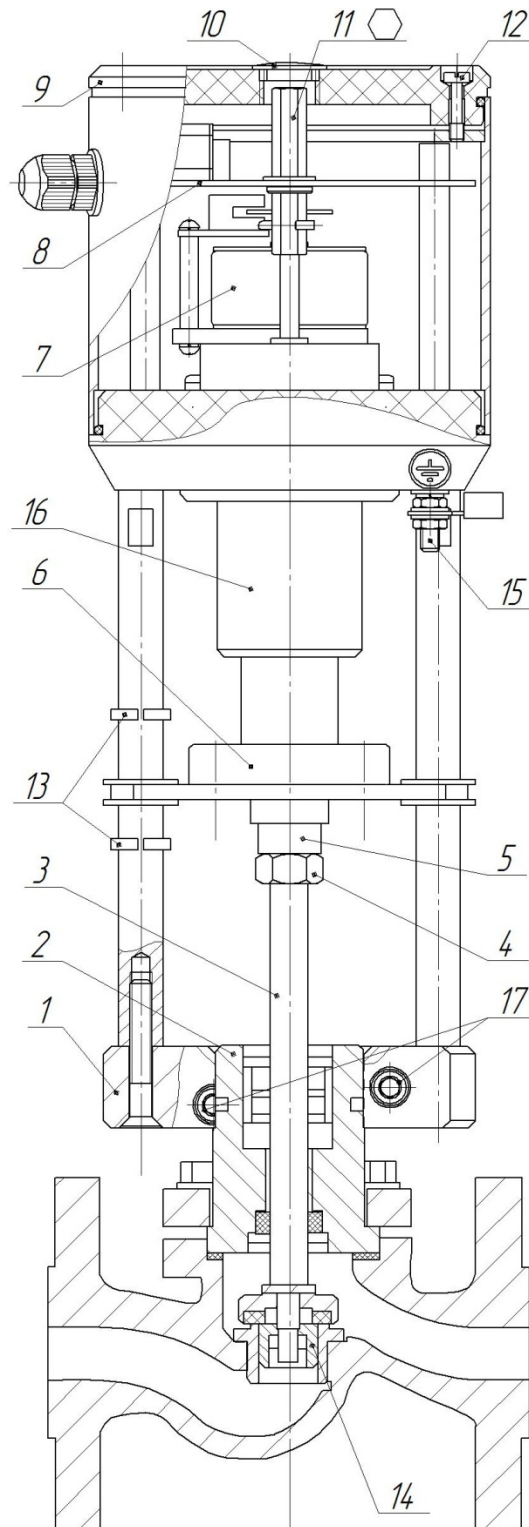

Рисунок 1 –Привод исполнения
1. Поднять шпindel (поз.6) вращая вал ручного управления приводом (поз. 11 рис.1б), вкрутить наконечник (поз. 4) максимально в верхнее положение.
3.5.3 В обязательном порядке выполнять подключение корпуса привода (контакт поз.15, Рисунок 1) к защитному заземлению при подключении привода к цепям 220В.
3.7.1 Механизм привода смазан и не требует обслуживания. В случае интенсивной эксплуатации (осуществление частых перемещений шпинделя) привода, рекомендуется производить периодическое смазывание (раз в год) пары ходового винта и гайки, расположенных под кожухом (см. поз. 16, рисунок 1). Кожух сдвигается вручную. Перед нанесением смазки старую смазку удалить. Для смазывания использовать смазку Gazpromneft Grease LX EP 2, либо аналог.